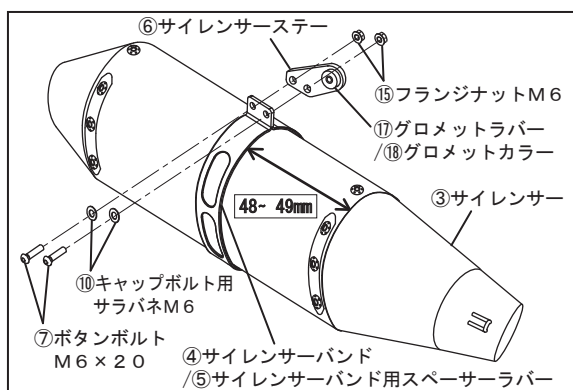

FIG. 10
8. ⑥サイレンサーステーに⑰グロメットラバーと⑱グロメットカラーを取り付けて下さい。
次に、④サイレンサーバンドに⑤サイレンサーバンド用スペーサーラバーを取り付けてから③サイレンサーに通し、⑦ボタンボルトM6×20、⑩キャップボルト用サラバネM6、⑮フランジナットM6を使用して、サイレンサーカバー前端から48～49mmの位置で⑥サイレンサーステーを仮締めして下さい。（次ページFIG. 10, 11 参照）